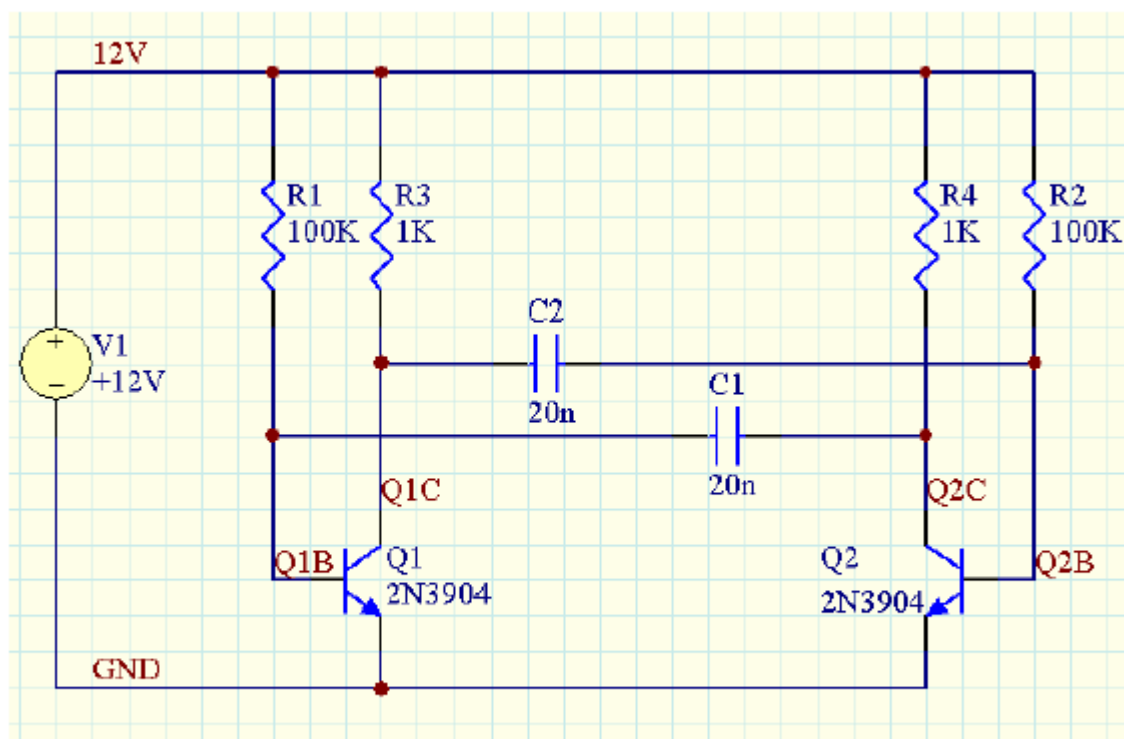

Figure 9. Simulation-ready schematic
- 2、将光标放在与 Q1 基极连接的导线上。参照 Figure 9 的网络标签的放置。左击或按 **ENTER** 将网络标签放在导线上。